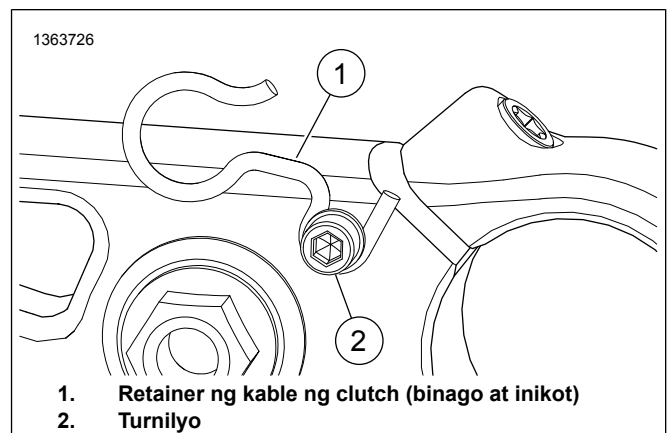

Figure 4. Binagong Retainer ng Kable ng Clutch
1. Figure 4 Luwagan ang turnilyo (2).
2. Alisin ang OE na retainer ng kable ng clutch (1).